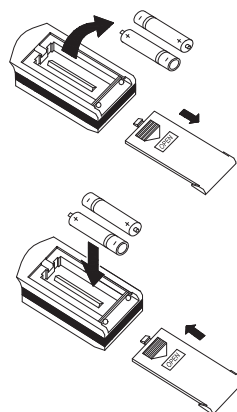

Рис. 4.5
- Для извлечения батареек, при замене, необходимо сдвинуть крышку пульта управления в направлении стрелки (см. рисунок 4.5) извлечь батарейки и установить новые.